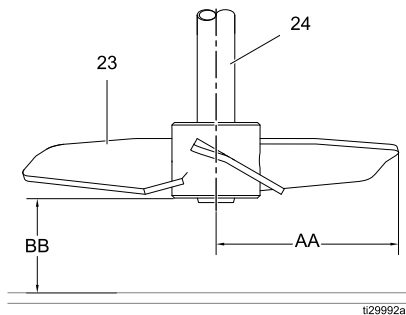

Figure 3 Установка крыльчатки
- Установите крыльчатку (23) (см. рис. 3) на вал (24), сориентировав ее таким образом, чтобы лопасти толкали материал вниз и при взгляде сверху вращались по часовой стрелке. Чтобы можно было установить крыльчатку, вал должен иметь возможность перемещаться в подшипниковом корпусе в направлении вверх и вниз.
- Установите крыльчатку на вал надлежащим образом. Расстояние от днища бака до нижней точки лопасти крыльчатки (BB) должно быть в 0,5–1,5 раза больше ее диаметра (диаметр крыльчатки определяют, измеряя расстояние от ее края до центральной оси вала (AA) и умножая результат измерения на два).